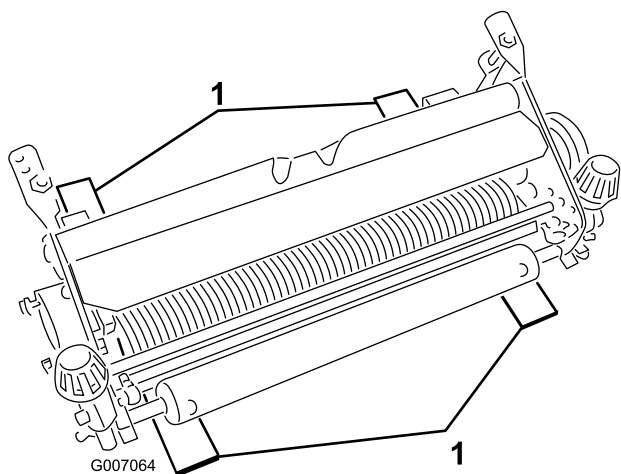

Figura 4
2. Amplasai 4 bare de distanțare, configurate la adâncimea de pătrundere dorită pentru lame, sub roțile frontală și posterioară ale unității pentru înlăturarea ierbii uscate (Figura 4).